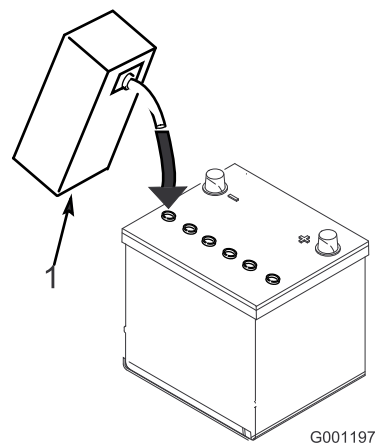

図 6
3. 各セルに慎重に電解液を満たす。電極板が6mm程度水没するぐらいが適当 (図 6)。
4. 電極板が液を吸収するまで20～30分間程度待つ。必要に応じて、電極板が6mm程度水没するぐらいに電解液を補充する (図 6)。